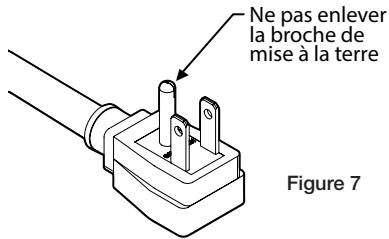

Figure 7
- N'enlevez pas la broche de masse du cordon d'alimentation (Figure 7).